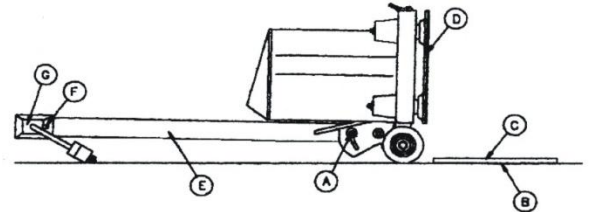
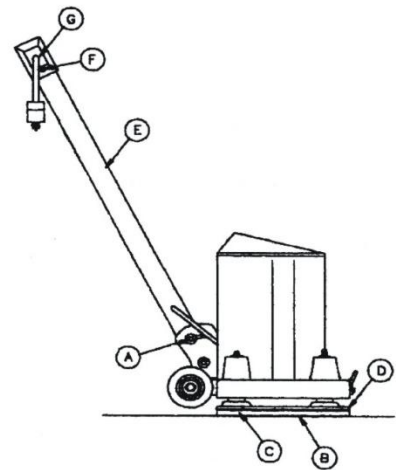

Fig.2
Fig. 3
Tilt the tool back 90degrees, see FIG. 2. Place the sand paper (B) and the fiber pad (C) on the floor facing the vibrating plate (D) as shown in FIG. 2. Tilt back the tool on the fiber pad (C), see FIG. 3.
Basculez l'outil de 90 degrés vers l'arrière, voir FIG. 2. Placez le papier sablé (B) et le tapis de fibre (C) sur le plancher vis-à-vis la plaque vibrante (D), voir FIG. 2. Replacez l'outil sur le tapis de fibre (C), voir FIG. 3
Oscile la herramienta de 90 grados hacia la parte, vea FIG. 2. Coloque el papel enarenado (B) y la alfombra de fibra (C) sobre el piso frente a la placa vibrante (D), vea FIG. 2. Inclíne detrás la herramienta en el cojín de la fibra (C), vea fig. 3.